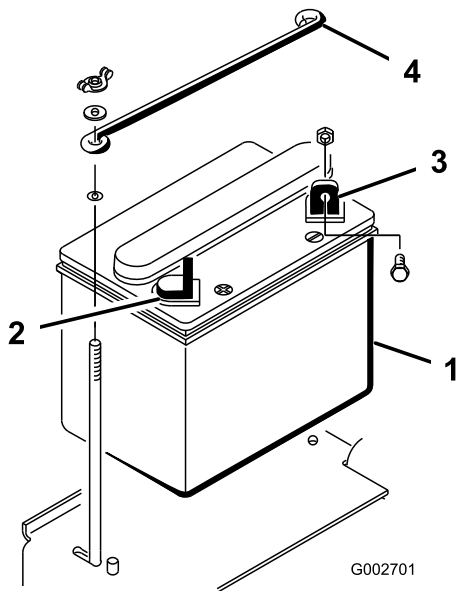

Figura 6
- Coloque a bateria no lugar, com o terminal negativo voltado para a parte de trás da máquina (Figura 6).